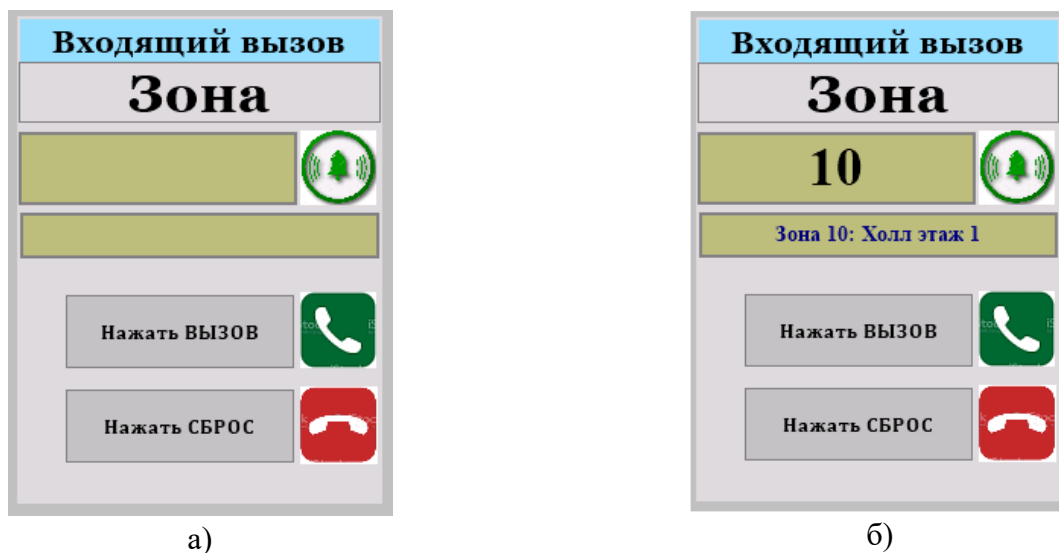

Рис. 8
6.2.3 Для вызова диспетчера необходимо на ВП нажать кнопку. На ПД будет отображаться страница «Входящий вызов» (рис. 8, а). В полях страницы отображается номер зоны, от которой пришел вызов, и название зоны в привязке к плану объекта (рис. 8, б)